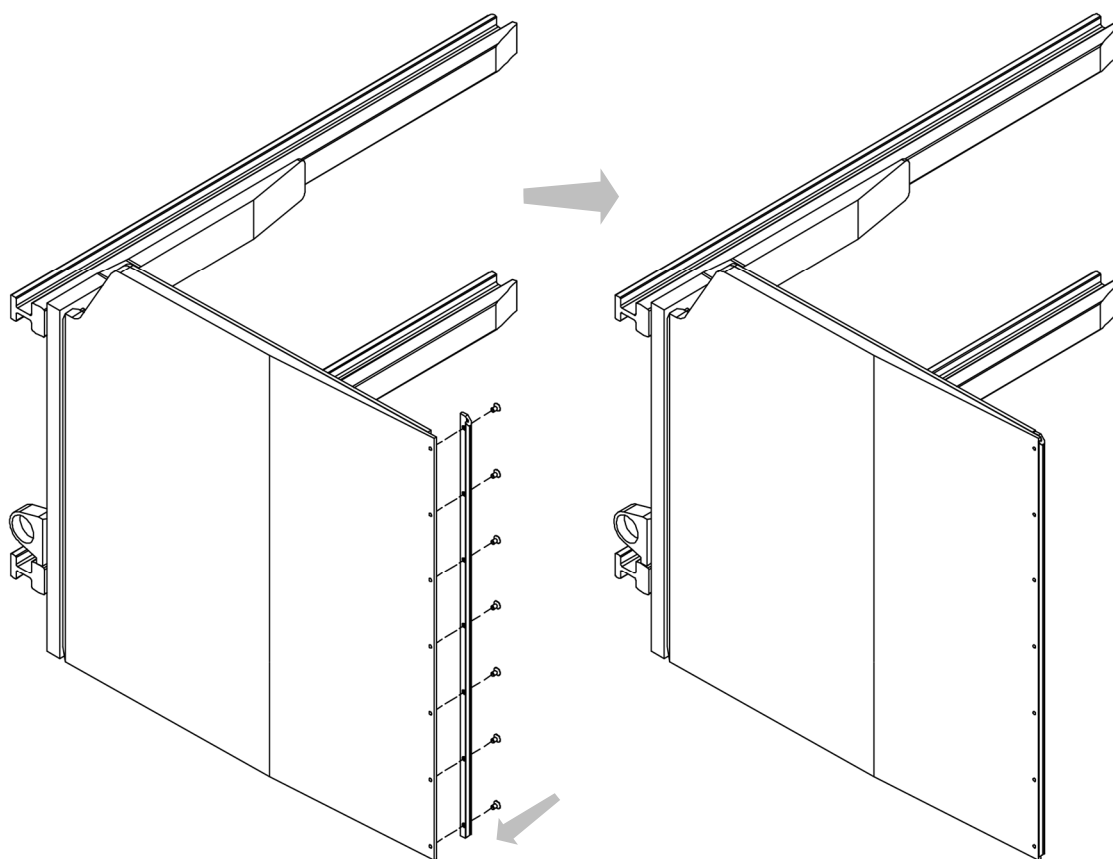

Figura 34
2. Montar las puntas de protección en las mordazas (ver *Figura 34*).